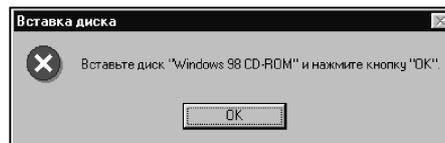

рис. 4
5. Если система замучила Вас сообщениями о необходимости вставить компакт-диск с Windows 9x, то можно помочь ей отыскивать инсталляционные файлы Windows 9x, подкорректировав параметр SourcePath в разделе реестра HKEY_LOCAL_MACHINE\Software\Microsoft\Windows\CurrentVersion\Setup. В качестве нового параметра следует ввести полный правильный путь расположения инсталляционных файлов Windows 9x, например, «C:\install\WIN98.RUS». Сообщение, которое появляется, если система не может автоматически найти инсталляционные файлы Windows 98, показано на рис. 4.